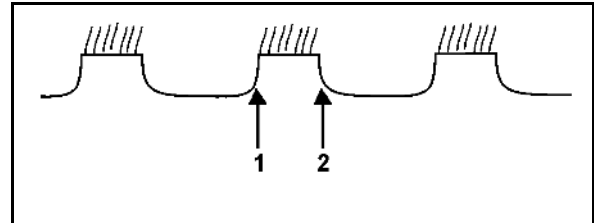

Fig. 51
Der er 6 indstikspladser til rådighed til dette i hver side af maskinen (Fig. 51).
3. Træk klapsplitten ud (Fig. 51/1).
4. Sæt excenterbolten (Fig. 51/2) i den ønskede indstiksplads.
En foretrukket indstiksplads er markeret med en pil (Fig. 51/3).